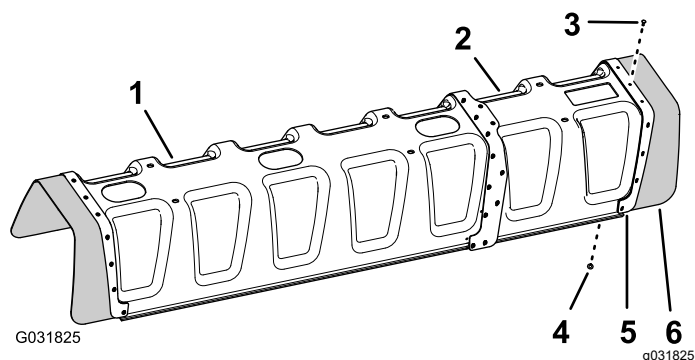

Figura 148
5. Alinee los orificios de la cubierta de goma y la pletina de refuerzo (una fila) que retiró en el paso 2 con los orificios del extremo de la extensión de la cubierta (Figura 148).